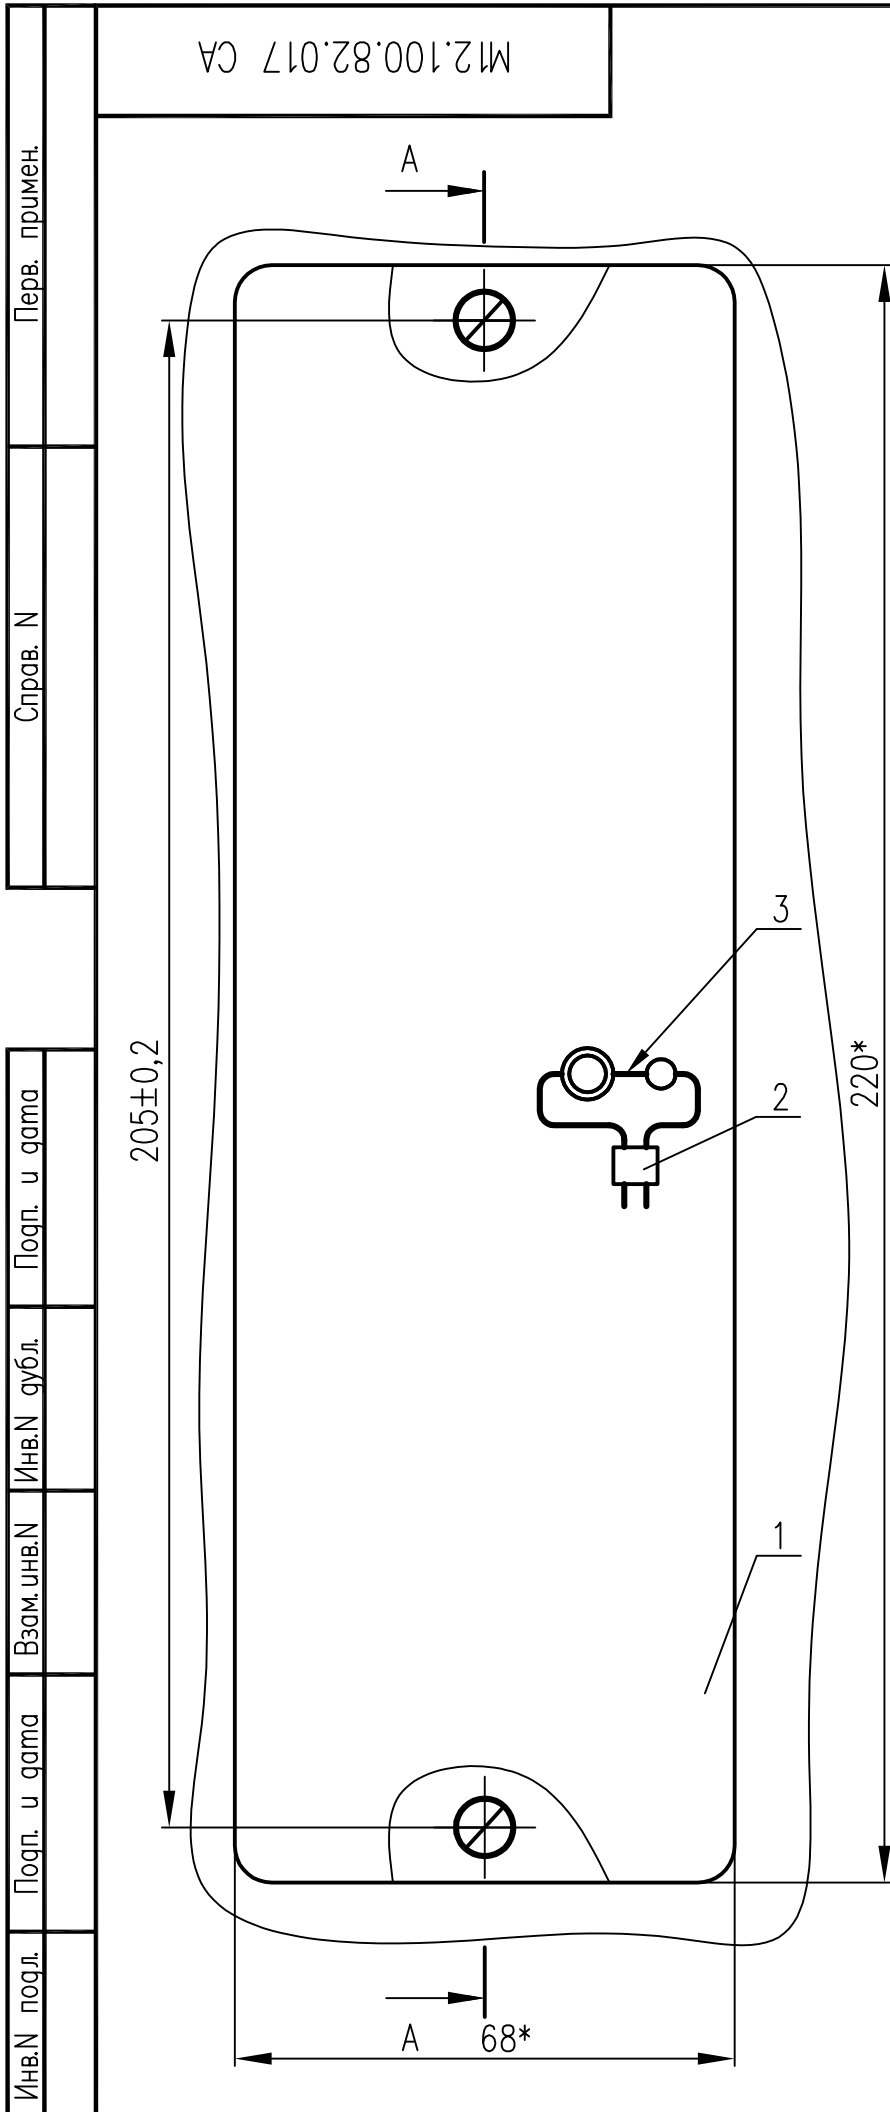

Рис. 1
Остальное см. рис. 1
- по рис. 1 в металлической стене выполнить 2 отв.  $\varnothing 4,2$  мм;